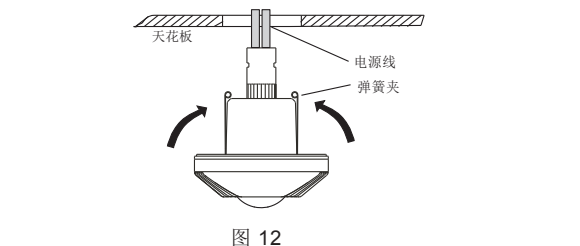

图 12
#### 3.3.2.4 将传感器的两个弹簧夹插入钻好的孔，然后向上推 (见图 12)。
3.3.3.4 将传感器与配电箱装配到一起，再用两个螺钉加以固定（见图 12）。